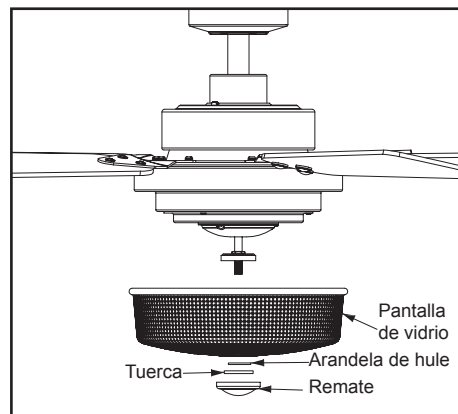

Figura 16
3. Retira la junta de goma, la tuerca y el remate de la boquilla roscada del conjunto del soporte del kit de luces. Coloca el tazón de vidrio sobre la boquilla enroscada. Vuelve a instalar la junta de hule, la tuerca y el remate en la boquilla roscada para asegurar bien el tazón de vidrio. (Figura 16)